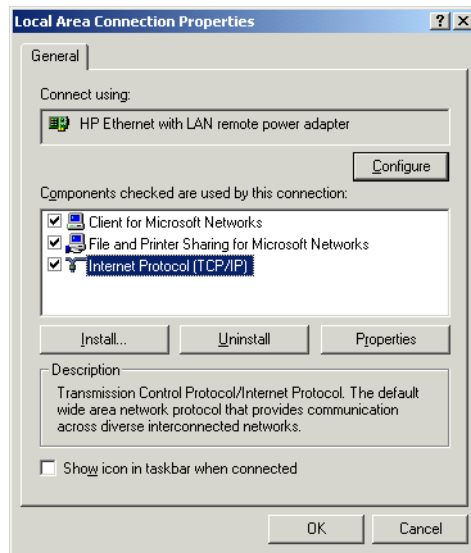

図 39 ローカルエリア接続のプロパティ
- 3 「ローカルエリア接続のプロパティ」ダイアログで「構成」ボタンをクリックし図 39、このデバイスが正常に動作していることを確認します。